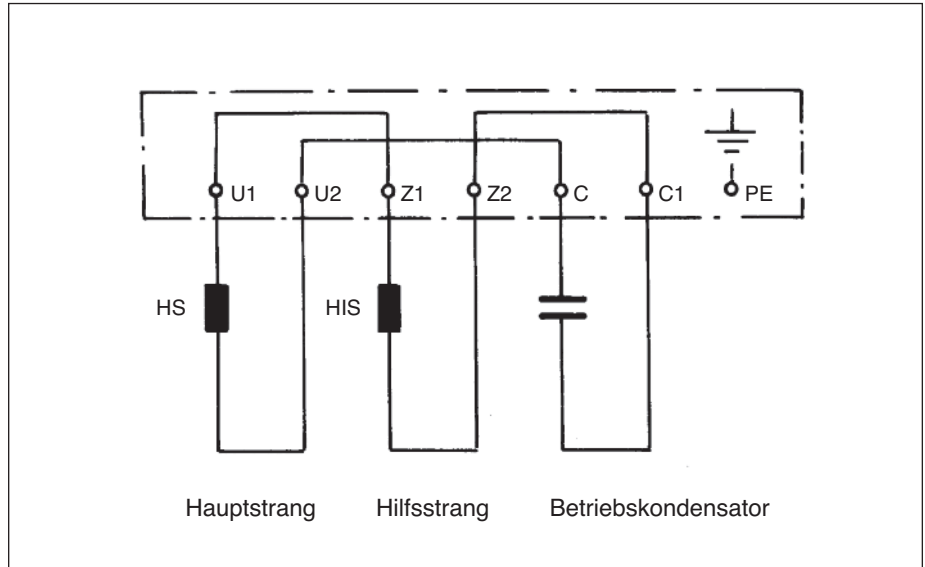

Abb. 9
Das Motorklemmenbrett mit seinen Bezeichnungen, den Wicklungs- und Kondensatorenanschlüssen und den fest eingelegten Brücken. (Abb. 9) Diese Motoren sind nur für eine Betriebsspannung von 230 V ausgelegt. Für den Betrieb ist es aber ohne Bedeutung, ob der Motor an eine Phase und Neutralleiter (N) eines 400 V Netzes oder an zwei Phasen eines 230 V Netzes angeschlossen wird. Bei Anschluss von Phase und Neutralleiter N ist es gleichgültig, an welche Klemme die Phase oder der Neutralleiter angeschlossen wird. Die Drehrichtung bleibt erhalten.